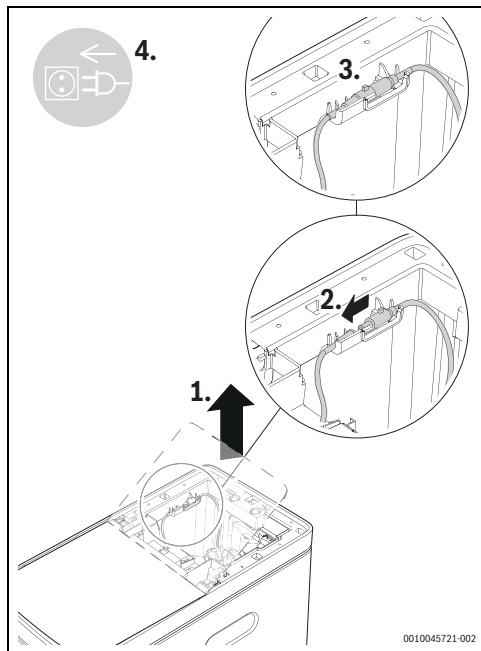

Fig. 7 Conexión del borne del adaptador de alimentación
1. Conectar el borne de conexión del adaptador de alimentación al conector de alimentación de la válvula de control. Insertarlo en la ranura del extremo del centro del bastidor y después cerrar la cubierta superior (→ fig. 7).